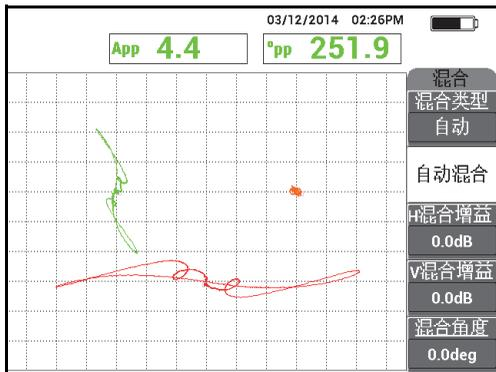

图 5-145 管板圆环的信号被成功缩减
**混合通道** (橙色) 应该显示一个非常小的, 几乎看不见的管板信号 (参见第 214 页的图 5-145)。